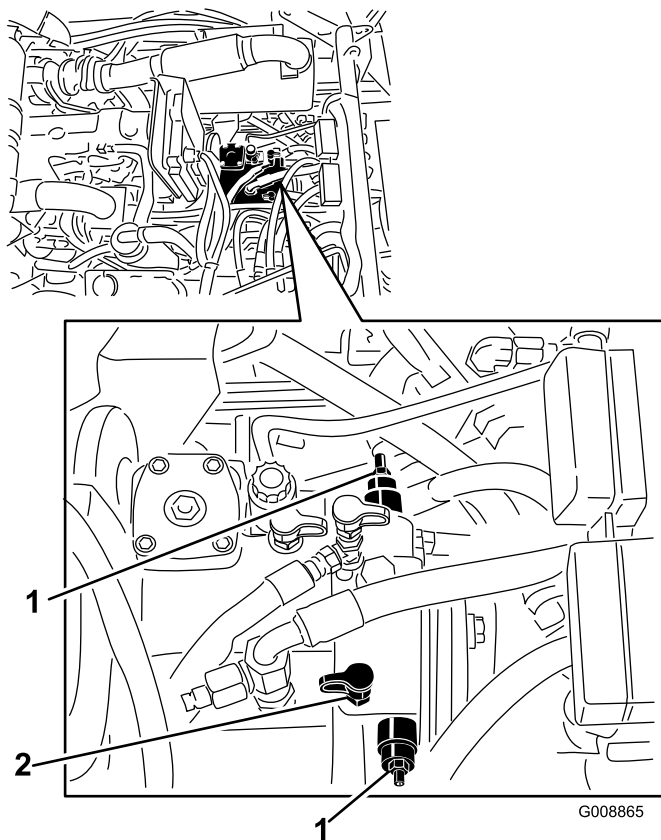

Bild 35
1. Öffnen Sie die Motorhaube und ermitteln Sie die Sicherheitsventile seitlich an der Pumpe (Bild 35).
2. Lösen Sie die Klemmmutter an jedem Sicherheitsventilschaft (Bild 35), um die Schleppventile zu aktivieren.
müssen, muss auch das Rückschlagventil im Allradantriebsverteiler umgangen werden. Wenn Sie das Sicherheitsventil umgehen möchten, schließen Sie einen Schlauch (Bestellnummer für den Schlauch 95-8843, Armatur 95-0985 [Menge 2] und Hydraulikarmatur 340-77 [Menge 2]) an die Testbuchse für den Druck beim Rückwärtsfahren an (Bild 35 und Bild 36). und die Testbuchse für den Allradantriebsdruck beim Rückwärtsfahren (Bild 36).